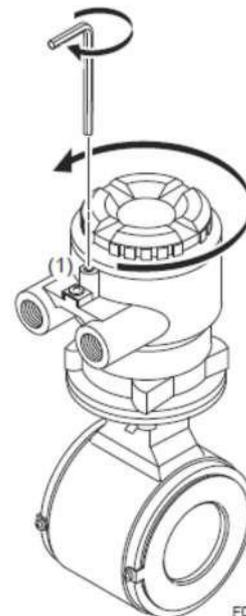

Figura 4.5.1 Remoção da Tampa da Caixa de Terminal (Sensor Remoto)
Solte o parafuso de travamento da tampa (1) (veja a Figura 4.5.1) no sentido horário usando uma chave hexagonal (tamanho nominal 3) para destravar a tampa. Após a remessa da fábrica, a tampa é destravada. Segure o sensor com a mão e remova a tampa girando-a na direção da seta, como mostrado abaixo.
**(5) Instalação da tampa**
Instale a tampa na caixa do terminal girando-a no sentido horário. Aperte os parafusos de travamento da tampa (1) (Consulte a Figura 4.5.1) no sentido anti-horário usando a chave sextavada (tamanho nominal 3) para travar a tampa.